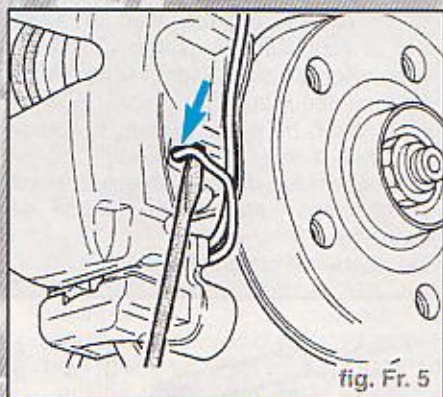

fig. Fr. 5
- En faisant levier à l'aide d'un tournevis, dégager le ressort de retenue des plaquettes de frein hors du boîtier d'étrier de frein (flèche) et le retirer (Fig. Fr. 5).